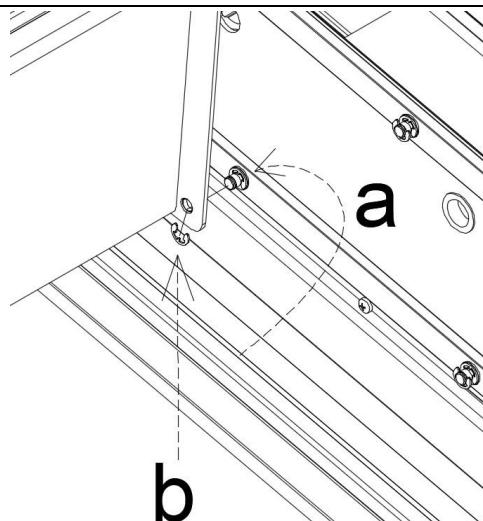

Abbildung 49
8. Anschluss der unteren Zugstange (Abb. 49):
- Das Ende des Zugseils aus der Rinne auf die Höhe der unteren Öffnung in der Antriebsabdeckung der Feder heben und von außen (zwischen Abdeckung und Balken) an die Seite der Antriebsabdeckung anlegen, das hervorstehende Ende des Bolzens aus dem Zugseil in die Öffnung der Federabdeckung drücken (Abb. 49). Achten Sie beim Eindrücken darauf, dass Sie den Gleitring nicht aus der Abdeckung herausdrücken.
- Sichern Sie das vom Inneren der Pergola sichtbare Ende des Bolzens mit einem kleinen Sicherungsring genau in der äußersten Nut des Bolzens – verwenden Sie dazu das dafür vorgesehene Werkzeug (Abb. 49).